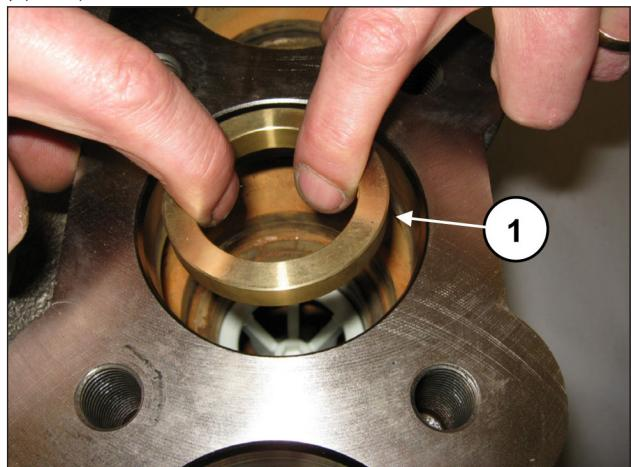
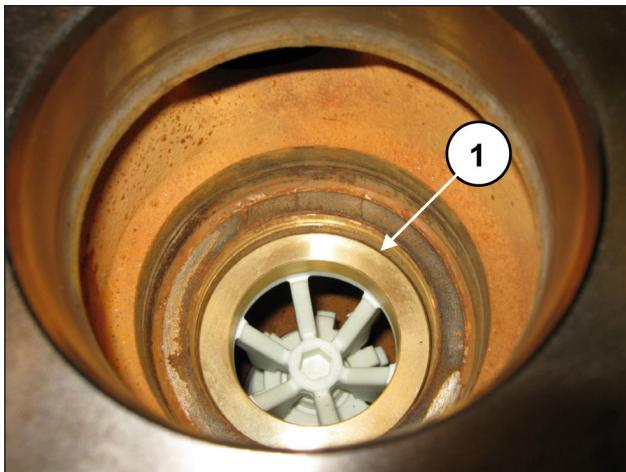

图 117
图 118
将隔离环插入阀座中(①, 图 117), 靠在垫片上(①, 图 118)。